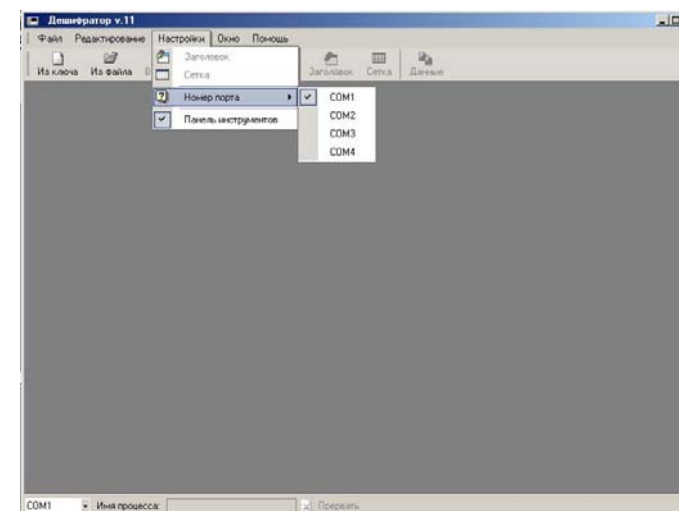

Рисунок 2
3.4 В выпадающем меню НАСТРОЙКИ – НОМЕР ПОРТА выбрать используемый последовательный порт COM1 или COM2 (рисунок 2).